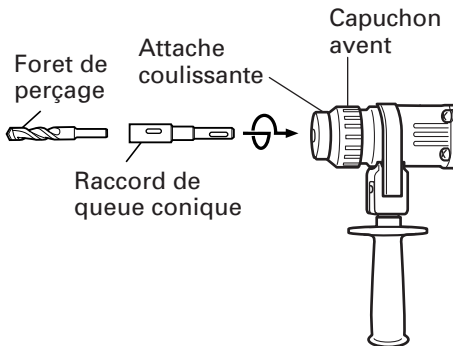

Fig. 11
- (1) Monter le raccord de queue conique sur le marteau rotatif à percussion. (Fig. 11)
- (2) Fixer la mèche (queue conique) sur le raccord de queue conique. (Fig. 11)
- (3) Mettre l'interrupteur sur la position de marche (ON) et percer un trou de la profondeur voulue.